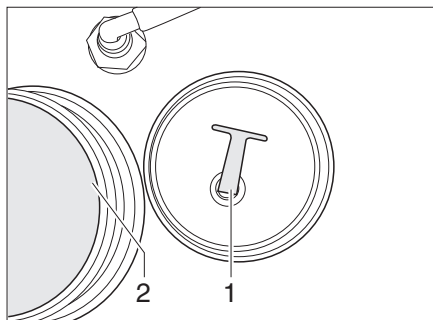

Fig. 150 Réservoir d'eau
- Dévisser le couvercle de fermeture (Fig. 150,2) du réservoir d'eau.
- Retirer le bouchon de fermeture (Fig. 150,1) de l'ouverture de vidange. L'eau s'écoule.